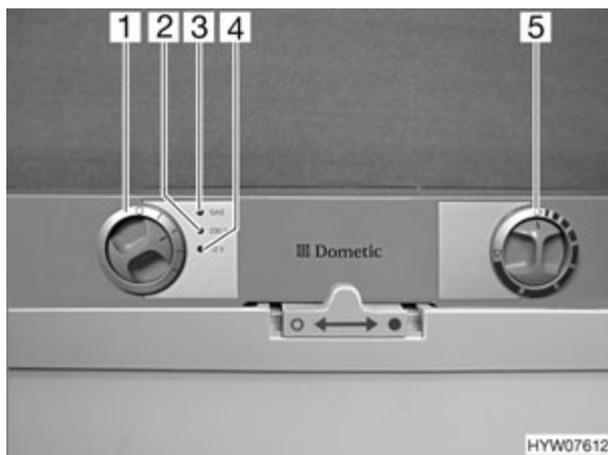

Fig. 153 Boutons de commande pour le réfrigérateur (variante 5)
- Placer le sélecteur de source d'énergie (Fig. 153,1) sur "GAS".
- Régler le bouton tournant (Fig. 153,5) sur la puissance maximale. L'arrivée de gaz est ouverte. L'allumage s'effectue de manière automatique. Un tic-tac est distinctement perceptible jusqu'à ce que la procédure d'allumage soit effectuée avec succès. Le voyant de contrôle "GAS" jaune (Fig. 153,3) s'allume.
- Placer le sélecteur de source d'énergie (Fig. 153,1) sur "0". L'appareil est alors coupé.
- Placer le sélecteur de source d'énergie (Fig. 153,1) sur "230 V". Le voyant de contrôle "230 V" vert (Fig. 153,2) s'allume.
- Régler la température de réfrigération avec le bouton tournant (Fig. 153,5).
- Placer le sélecteur de source d'énergie (Fig. 153,1) sur "12 V". Le voyant de contrôle "12 V" vert (Fig. 153,4) s'allume.